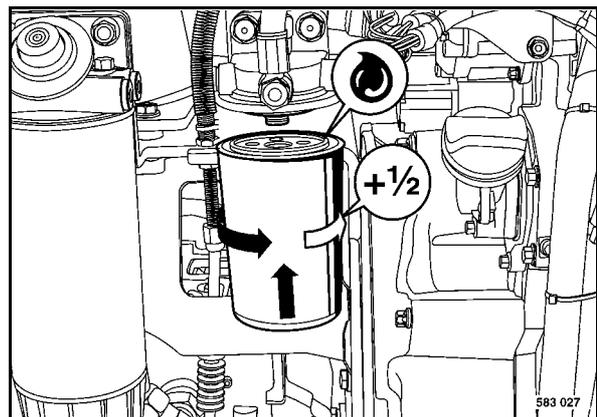

Рис. 162
- Слегка смазать резиновую прокладку (Рис. 162) нового фильтрующего элемента.